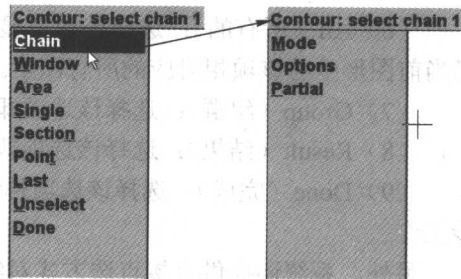

图 1-7 串连菜单
(1) Chain（串连）：用来定义一个或多个图素的边界，从串连方法菜单中选取串连，显示串连菜单，如图 1-7 所示，菜单中每个选项说明如下：